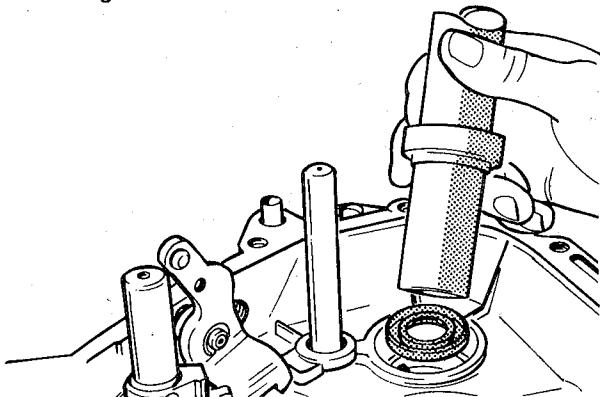

fig. 91
4. Instalar um novo vedador de óleo da árvore primária, com o auxílio de um tubo apropriado (fig. 91)